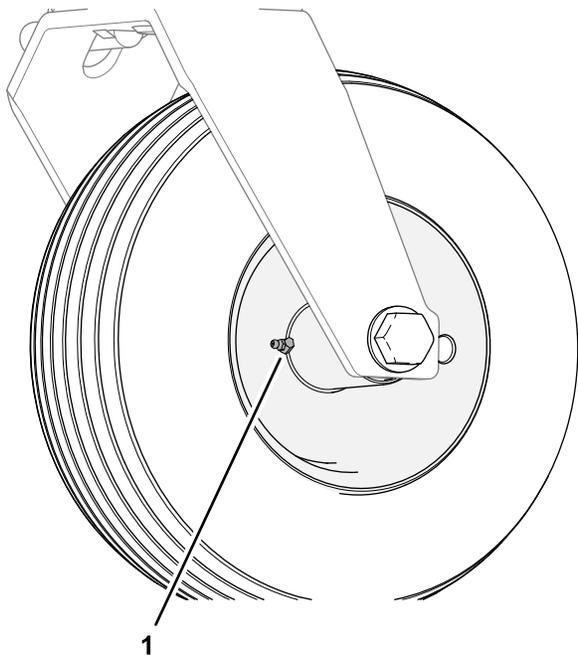

Figure 64
2. Raccordez un pistolet de graissage au graisseur du moyeu de la roue pivotante (Figure 64).